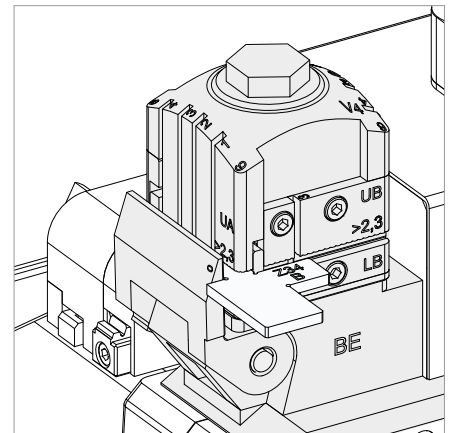

Fig. 128
- 3) Installeer de ijkmal Z34 (zijde B naar boven) (Fig. 128).